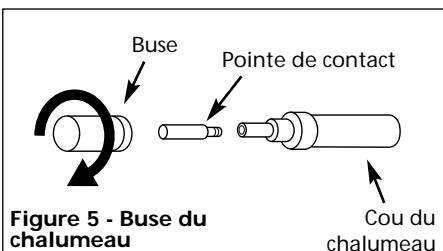

Figure 5 - Buse du chalumeau
7. Enlever la buse en tirant tout en la tournant au sens des aiguilles d'une montre. Ensuite desserrer la pointe de contact du bout du chalumeau de soudeur (Voir Figure 5). Brancher le soudeur dans une prise de courant convenable.
9. Glisser la pointe de contact soigneusement par dessus le fil et la visser dans le bout du chalumeau. Installer la buse sur le chalumeau en tournant au sens des aiguilles d'une montre tout en poussant sur le chalumeau (Voir Figure 5). Tailler le fil environ 1/4 po du bout de la buse.